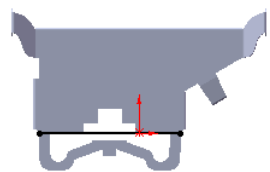
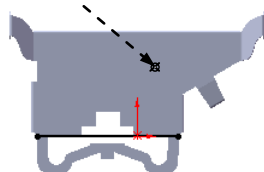

图 6.58 绘制的折弯线
图 6.59 折弯固定侧的位置
② 定义折弯线草图。在草图环境中绘制图 6.58 所示的折弯线。
③ 选择下拉菜单 **插入(I)** → **退出草图** 命令，退出草图环境，此时系统弹出“绘制的折弯”对话框。
(3) 定义折弯固定侧。在图 6.59 所示的位置处单击，确定折弯固定侧。
(4) 定义钣金参数属性。在 **折弯参数(P)** 区域的 **文本框** 中输入折弯角度 90.0，在 **折弯位置:** 区域中单击“折弯在外”按钮 ，在 **文本框** 中输入圆角半径值 0.4。
(5) 单击  按钮，完成绘制的折弯 5 的创建。